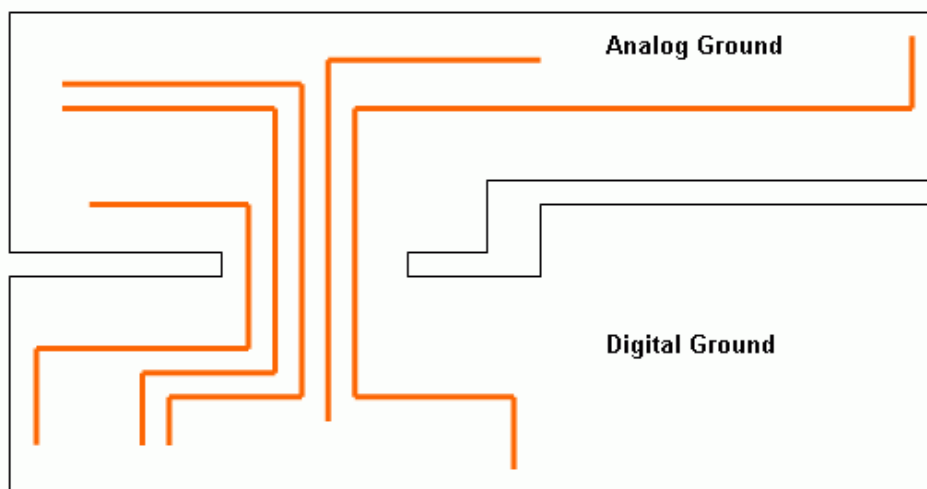

Figure 3-6 跨 ground plane 的处理方式
(4) 若有讯号线必须会经过 2 种以上的 plane，可采取图 3-6 的方式，在两个 plane 间留一个通道，让需要跨 plane 的讯号线走在这上面。